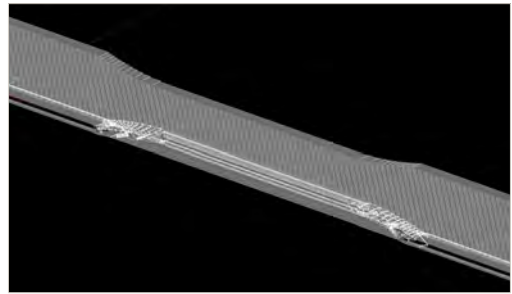

图 6: 选中零件。
2. 在屏幕上拖动光标以选择整个零件（如选中，所有层线将显示为白色）（图 6）。